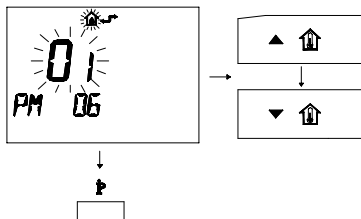

fig. 8.7
- 14 Per modificare il **SET** programmato agire sui pulsanti ▲ **1** o ▼ **1**, e aspettare che il numero programmato cominci a lampeggiare (fig. 8.7)